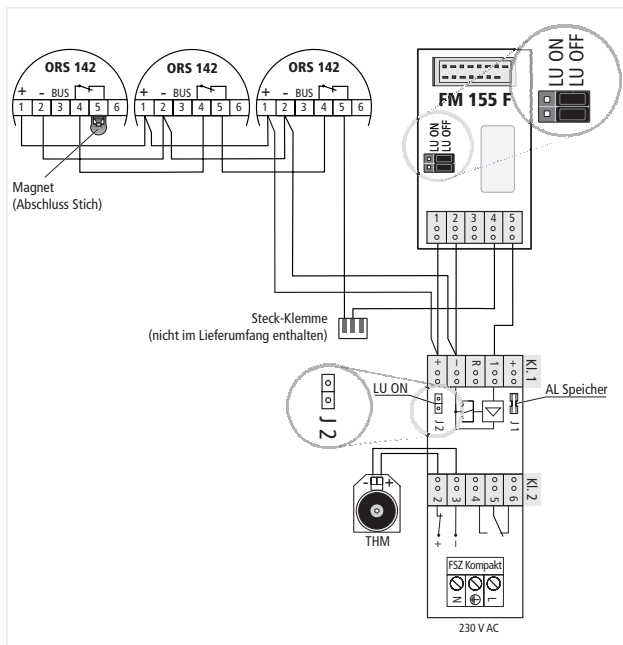
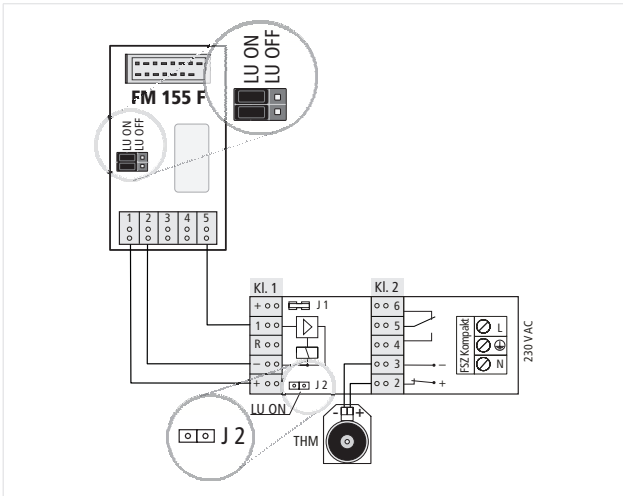

Abb. 17: "2-Stich-Betrieb" für FM 155 F an FSZ Kompakt mit LÜ (Jumper J2 entfernt)
Abb. 18: "1-Stich-Betrieb" für FM 155 F an FSZ Kompakt mit LÜ (Jumper J2 entfernt)
- FSZ Kompakt: Abb. 17 und Abb. 18